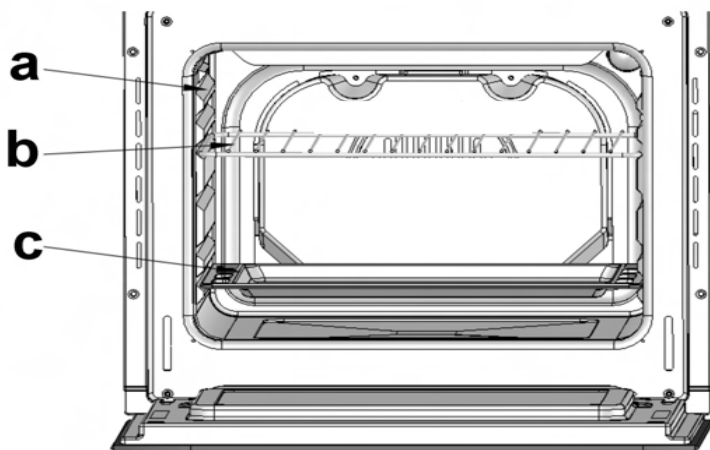

Fig.1
- El horno de su cocina posee una capacidad de 83.1 lts, lo que permite usarlo para la cocción cómoda aún de ciertos alimentos de volumen alto, como pavo, pierna de cordero, etc... Está dotado de guías laterales (a) estampadas en cada costado (fig. 1) que dan tres posiciones de montaje a una parrilla (b) y una bandeja (c). También el horno está dotado de un quemador Grill el cual dora los alimentos en la bandeja.